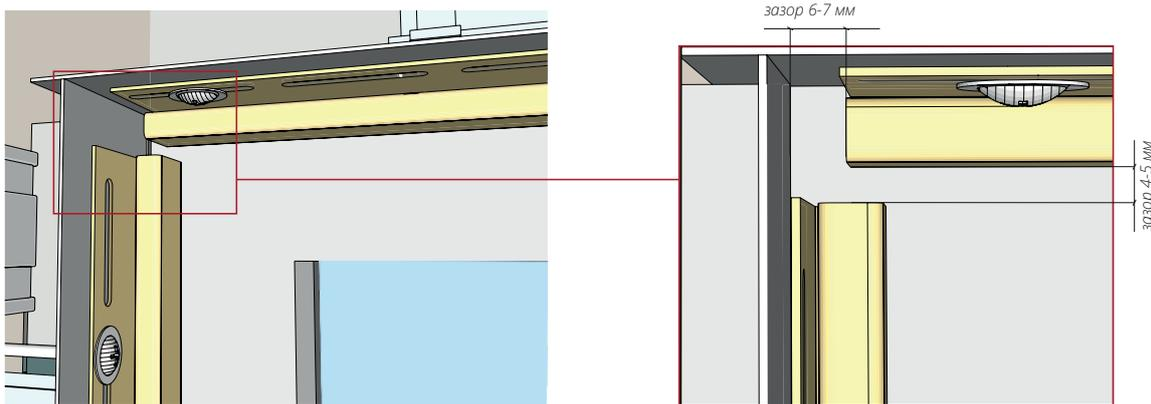
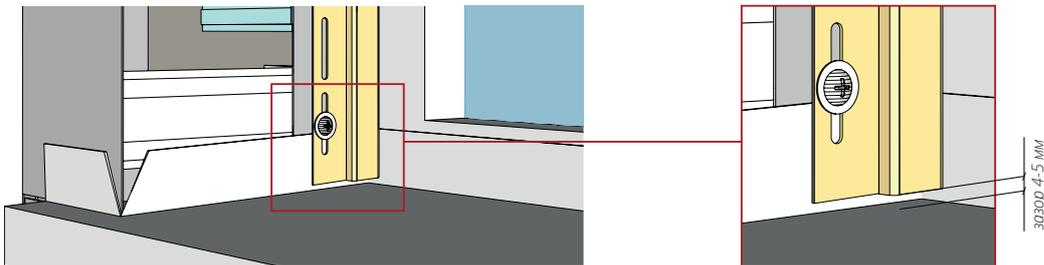

Рисунок 45
Рисунок 46
- 15.2** Согласно общим правилам монтажа, смонтируйте верхнюю горизонтальную финишную планку с зазором 6-7 мм с обеих сторон (рис. 45). Далее смонтируйте левую и правую финишные планки вертикально с зазором в верхней и нижней части 4-5 мм (рис. 45,46). В нижней части финишная планка должна быть подрезана параллельно отливу (рис. 46).